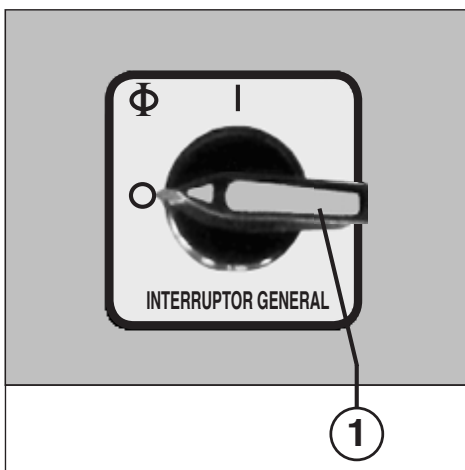

Fig. 1
ELEMENTOS DE MANEJO (Fig. 1, 2 y 4):
- 1 = Interruptor general (Paro de emergencia) (Fig. 1)